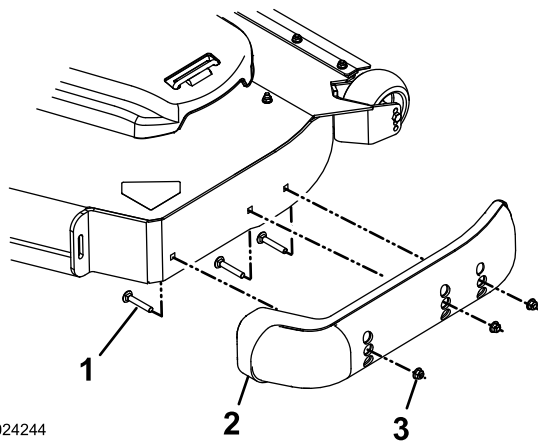

Figure 35
3. Retirez les boulons de carrosserie et les écrous de chaque patin (Figure 35).